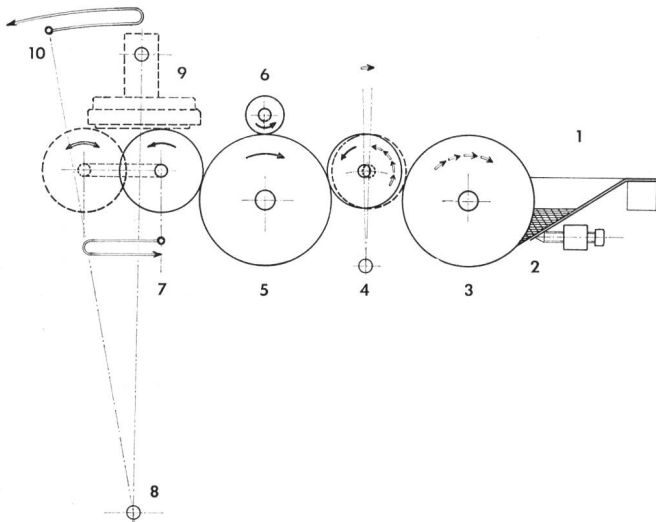

Fig. 4
Le dispositif d'encre est logé dans un tiroir pouvant être retiré de la machine par derrière; il est représenté à la figure 3. Le récipient contenant l'encre (à droite en bas) est ici retiré du tiroir. La figure 4 est une coupe schématique du dispositif d'encre.
Der Motor treibt ausser der oben erwähnten Klinkenkupplung auch die Reiberwalze im Farbwerk an (Fig. 4, Ziffer 5). Durch direkte Berührung werden ebenfalls Heber (4), Wechselreiber (6) und Auftragwalze (7) in stete Drehung versetzt. Die Stempelfarbe wird dadurch fein auf den Walzen verrieben und in Bereitschaft gehalten. Die Dukturwalze (3) steht still. Aus dem Farbkasten (2) wird in diesem Betriebszustand keine Farbe entnommen. Erst wenn der Stempelvorgang durch Betätigen des Fusspedals eingeleitet wird, verschiebt sich die Heberwalze (4) nach rechts und die Mantelfläche des Hebers berührt den Duktur (3). Durch einen Klinkenmechanismus wird gleichzeitig die Dukturwalze um 1 bis 3 Zahnteilungen im Uhrzeigersinn fortgeschaltet. Die Mantelfläche des Hebers rollt dabei auf der Dukturwalze und «hebt» eine genau einstellbare Menge Stempelfarbe ab.
En plus de l'encliquetage déjà mentionné, le moteur entraîne aussi le rouleau broyeur du dispositif d'encre (fig. 4, chiffre 5). Le preneur (4), le broyeur oscillant (6) et le toucheur (7) sont également mis en rotation permanente par contact direct. L'encre est ainsi finement répartie sur les rouleaux et se trouve prête à l'emploi. Le cylindre du récipient d'encre (3) reste immobile. Dans cet état, il ne s'écoule pas d'encre du récipient (1). Au moment seulement où la pédale est actionnée pour une oblitération, le preneur (4) se déplace vers la droite et se trouve en contact avec le cylindre du récipient. En même temps, un cliquet fait avancer le cylindre du récipient de 1 à 3 dents dans le sens de la marche des aiguilles d'une montre. Le preneur roule sur le cylindre et prélève une quantité d'encre exactement réglable.